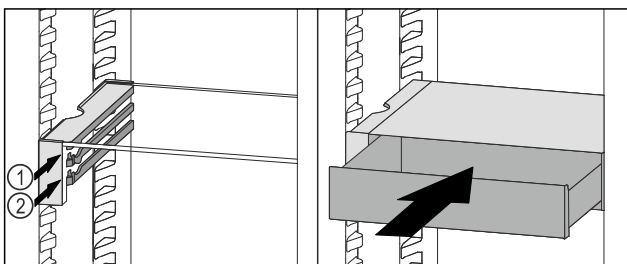

Fig. 203
- ▶ VarioSafe-Schubfach hinter den Stopperr auf gewünschter Rippe *Fig. 203 (1)* oder *Fig. 203 (2)* aufsetzen.